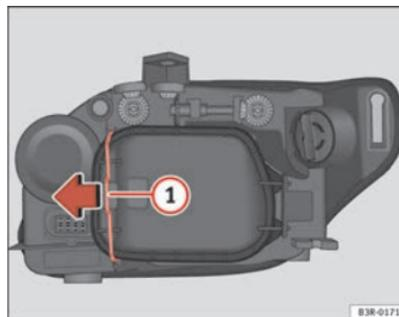

Fig. 196 Luz de posición (lado exterior vehículo)
- Desplace el tirante ⇒ **página 278, fig. 196 1** en el sentido de la flecha y saque la tapa rígida separando primero el lado del tirante y sacando después las dos pestañas del extremo contrario de la tapa.